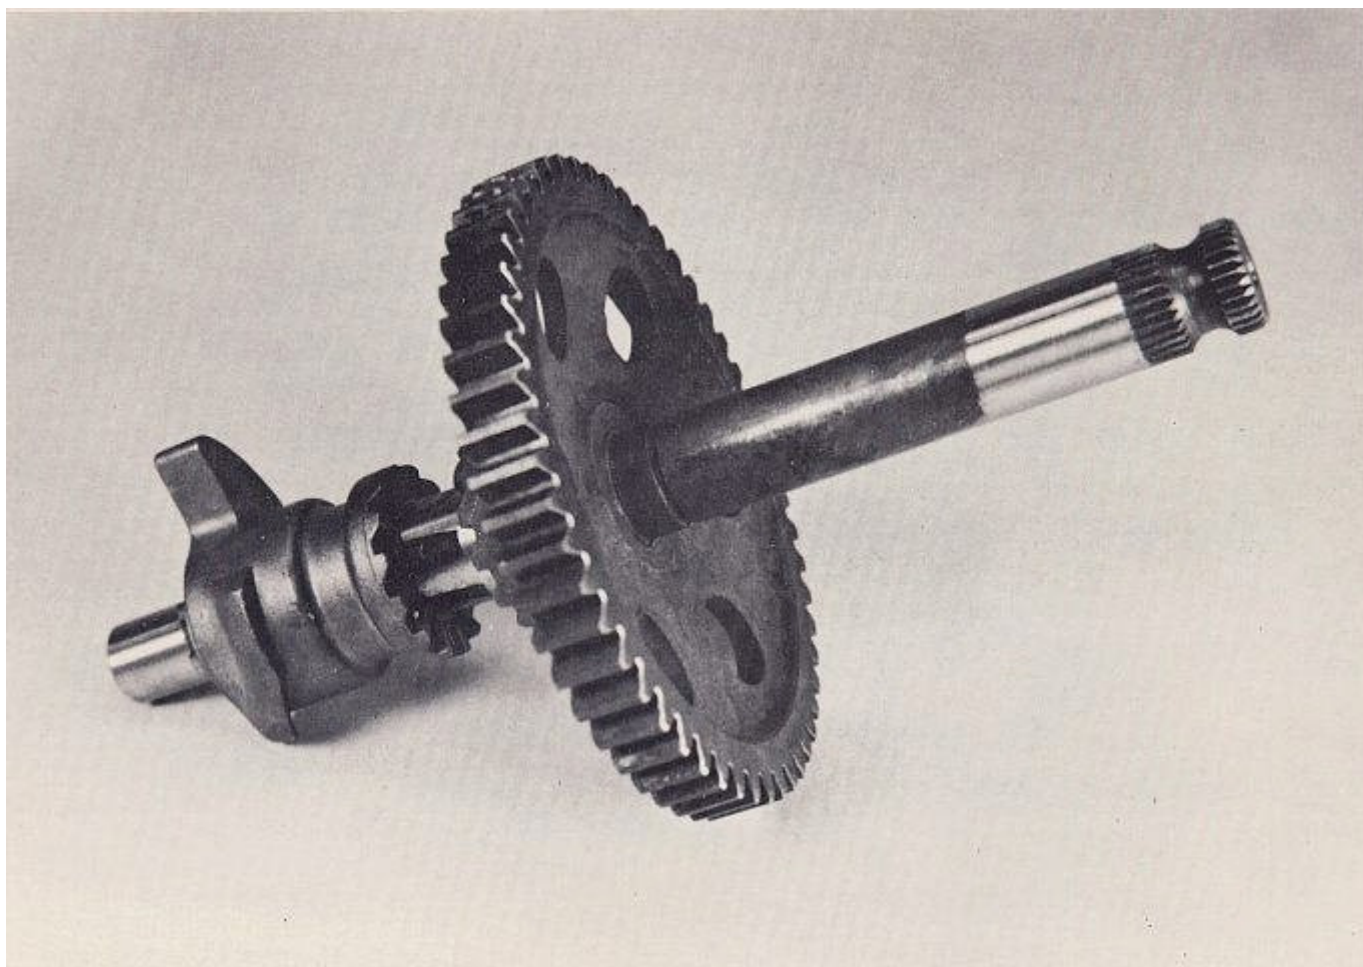

FIG. 30
9. El motor OSSA utiliza un pedal, sistema de arranque kick-tipo. Este sistema opera a través del eje principal de la transmisión y la patada de arranque de montaje (Fig. 30). Este conjunto se compone de la patada de arranque del eje, un resorte de la leva del trinquete patada de arranque, un engranaje pedal de arranque de conducción, la